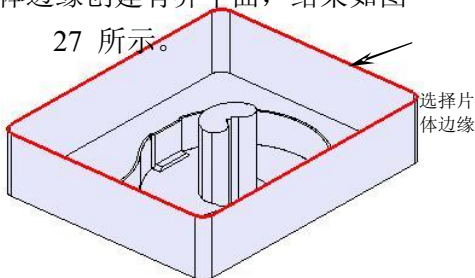
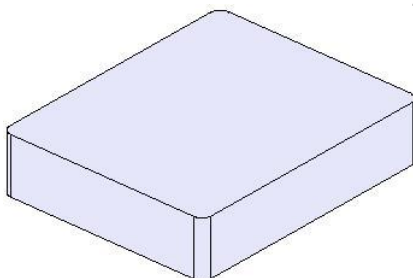

图7-26
图7-27
10. 参考上一步操作，选择如图 7-26 所示的片体边缘创建有界平面，结果如图 7-27 所示。